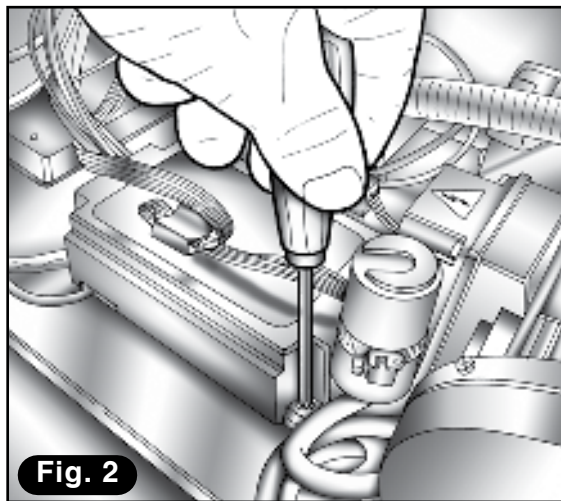

Fig. 2
- 2) Svitare la copertura di protezione della scheda di potenza (**Fig. 2**).